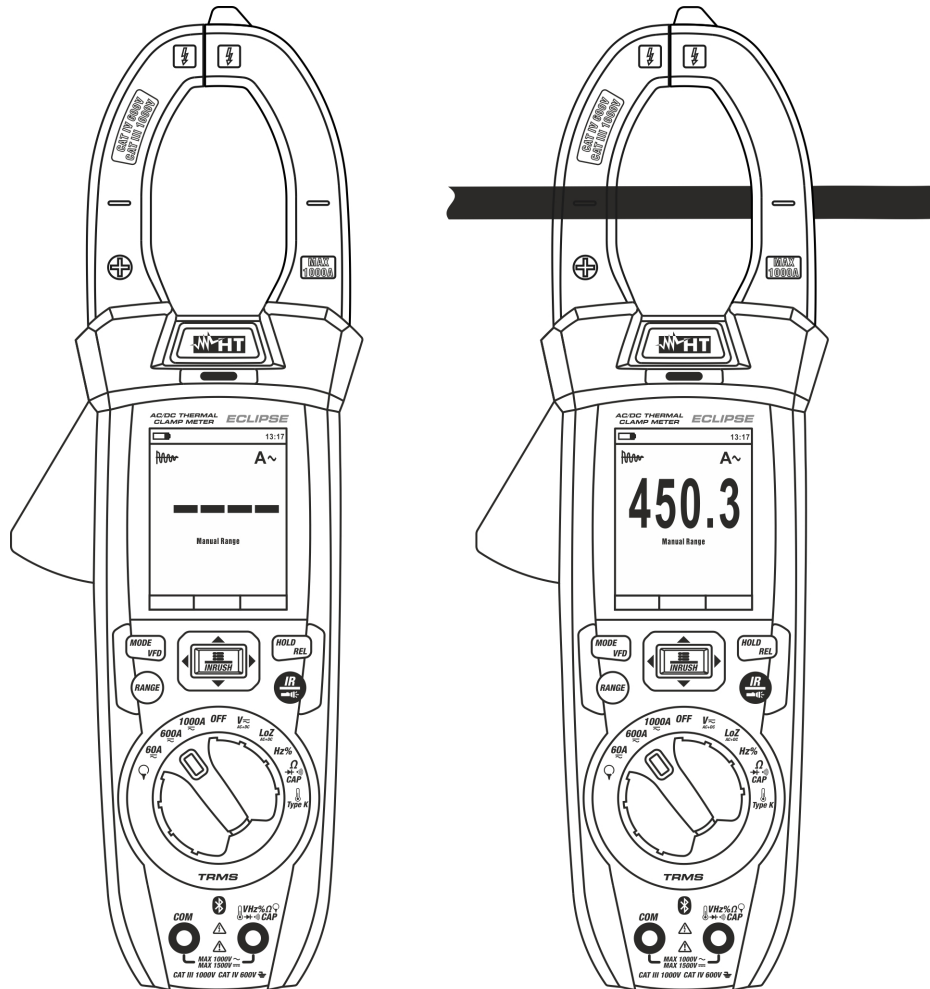

Abb. 33: Verwendung des Gerätes für AC TRMS Anlasströme (INRUSH)
3. Drücken Sie die **INRUSH** Taste (>2s), um aktivieren die Funktion "INRUSH". Die Symbole "A $\sim$ " und "----" werden im Display angezeigt (siehe Abb. 33 – linke Seite)